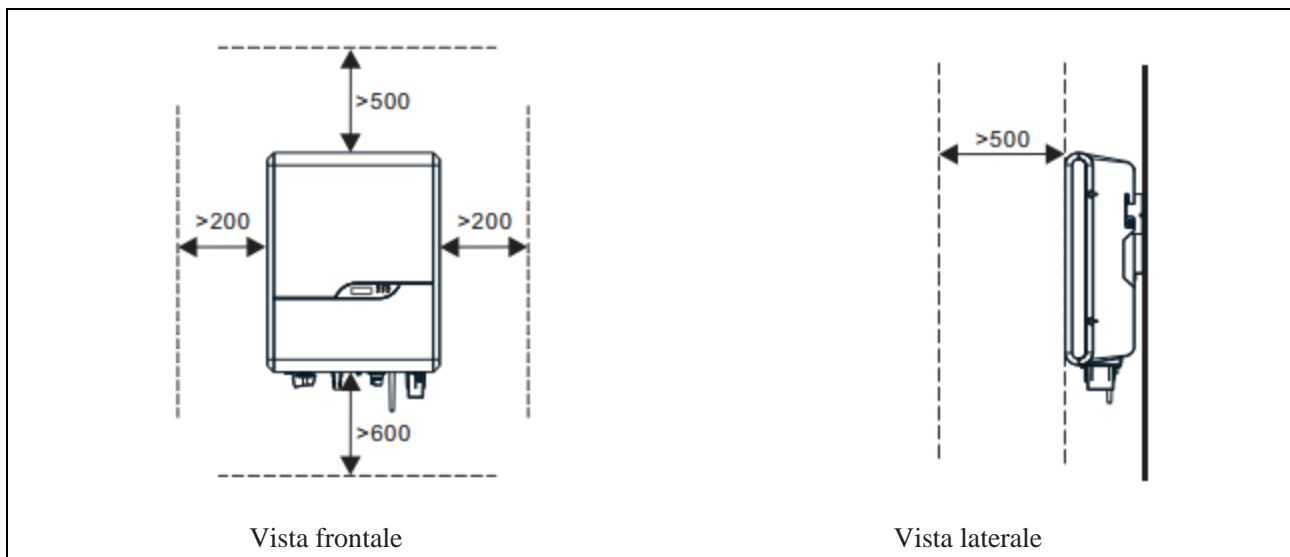

Figura 4.4 - Requisiti di spazio per l'installazione (unità: mm)
- b. Riservare uno spazio sufficiente intorno all'inverter per garantire uno spazio sufficiente per l'installazione e la dissipazione del calore, come mostrato nella Figura 4.4